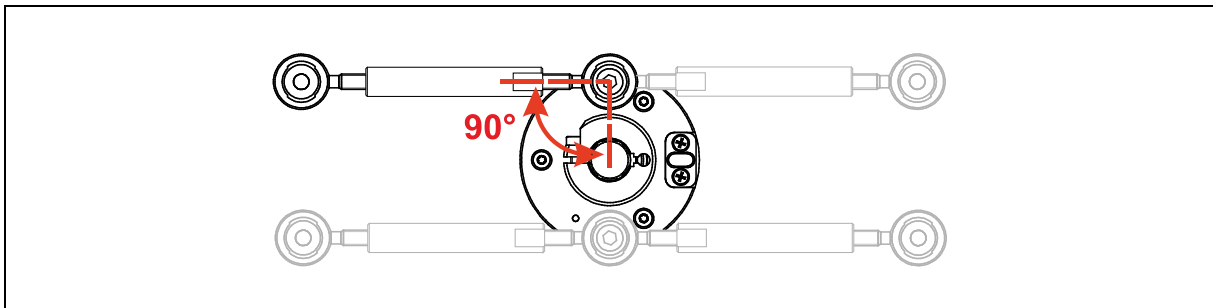

Figura 13: Asta con testa snodata – Varianti di installazione
- Per supportare in modo ottimale il sistema di misura, l'asta con testa snodata deve essere montata a un'angolazione di 90° rispetto alla linea che collega il foro filettato al centro dell'albero; fare riferimento alla Figura 13.